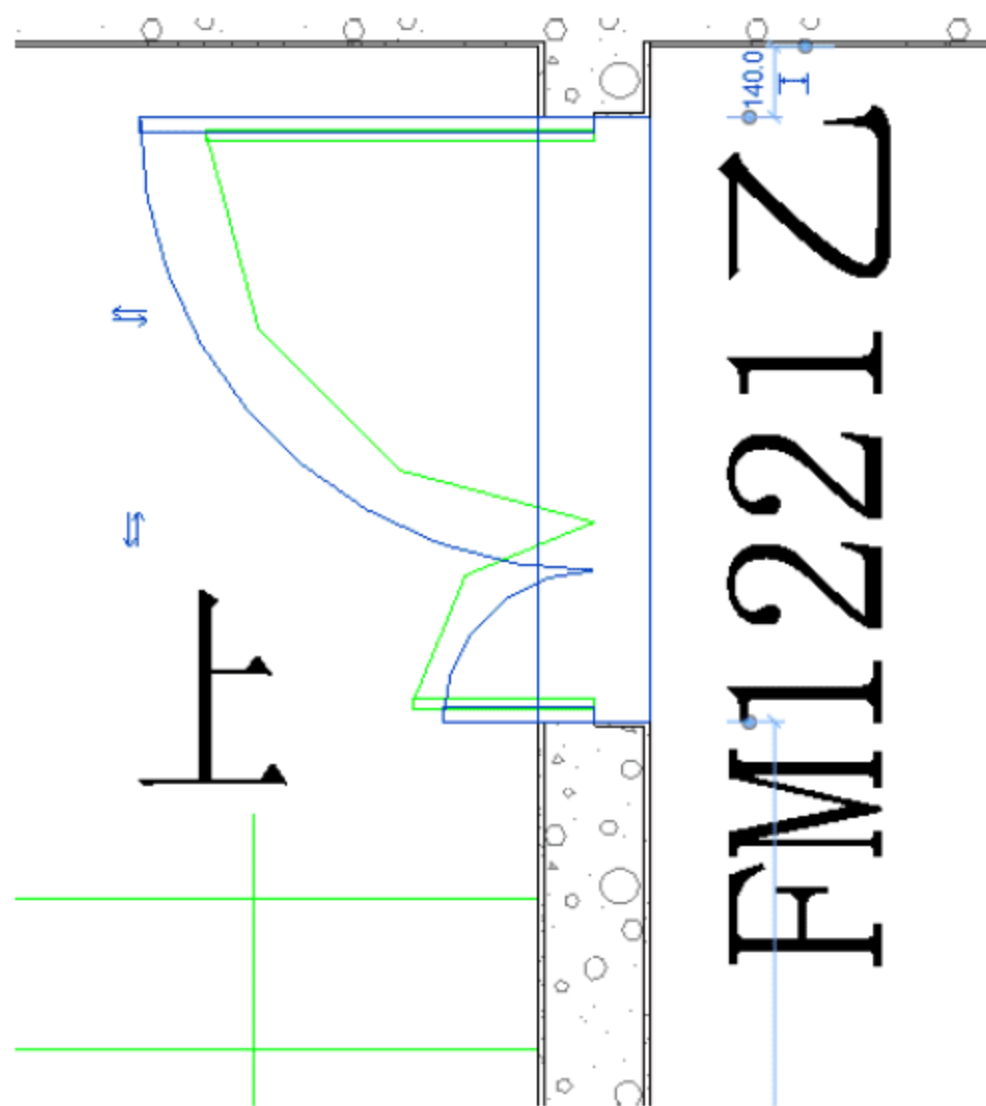
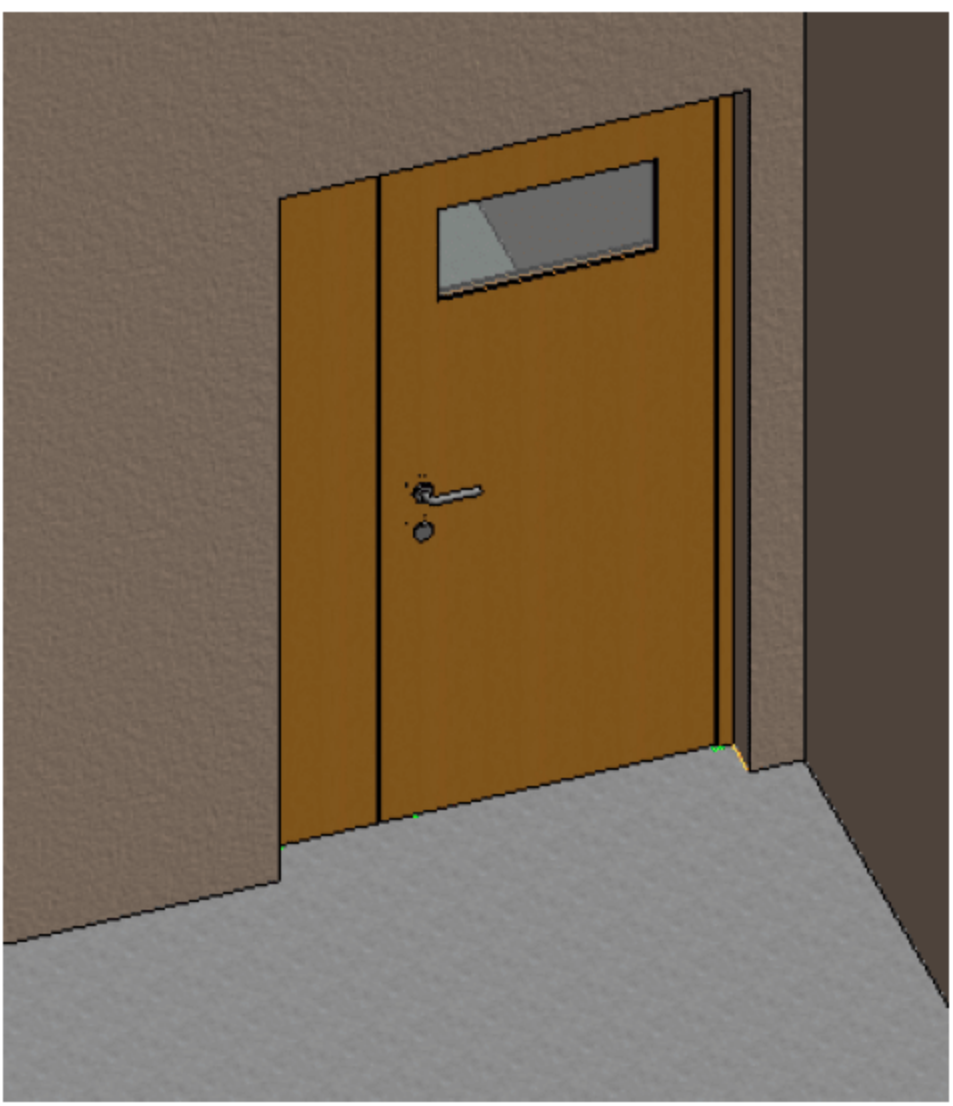

图 9.3.23 完成移动“FM1221 乙”
图 9.3.24 3D 效果图
(18) 完成移动“FM1221 乙”，如图 9.3.23 所示，3D 效果如图 9.3.24 所示。